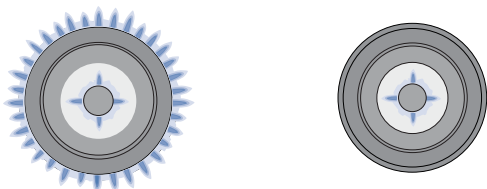
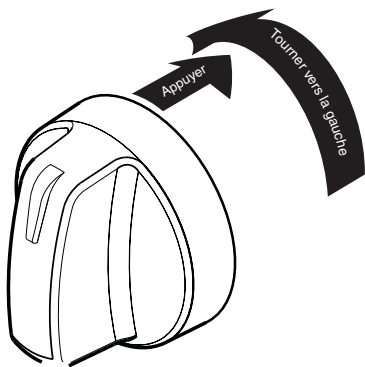

Figure 11 : Brûleur au réglage élevé (G) et mijotage (D)
Figure 12 : Réglage du brûleur à couronne double
2. Vérifiez si les couronnes interne et externe du brûleur sont allumées (Figure 11). Une fois le brûleur allumé, tournez le bouton de commande vers la gauche pour ajuster la dimension de la flamme.
3. Si vous désirez une flamme de faible hauteur ou une flamme servant à faire mijoter des aliments, continuez à tourner le bouton de contrôle vers la gauche de la position « HI » (élevé) jusqu'à la position « LO » (bas) (Figure 12). Lorsque le bouton a été tourné suffisamment vers la position « LO » (bas), la flamme de la couronne externe s'éteindra et seule la couronne interne restera allumée pour permettre le mijotage de l'aliment (Figure 11). Ajustez de nouveau la hauteur de la flamme selon vos besoins.